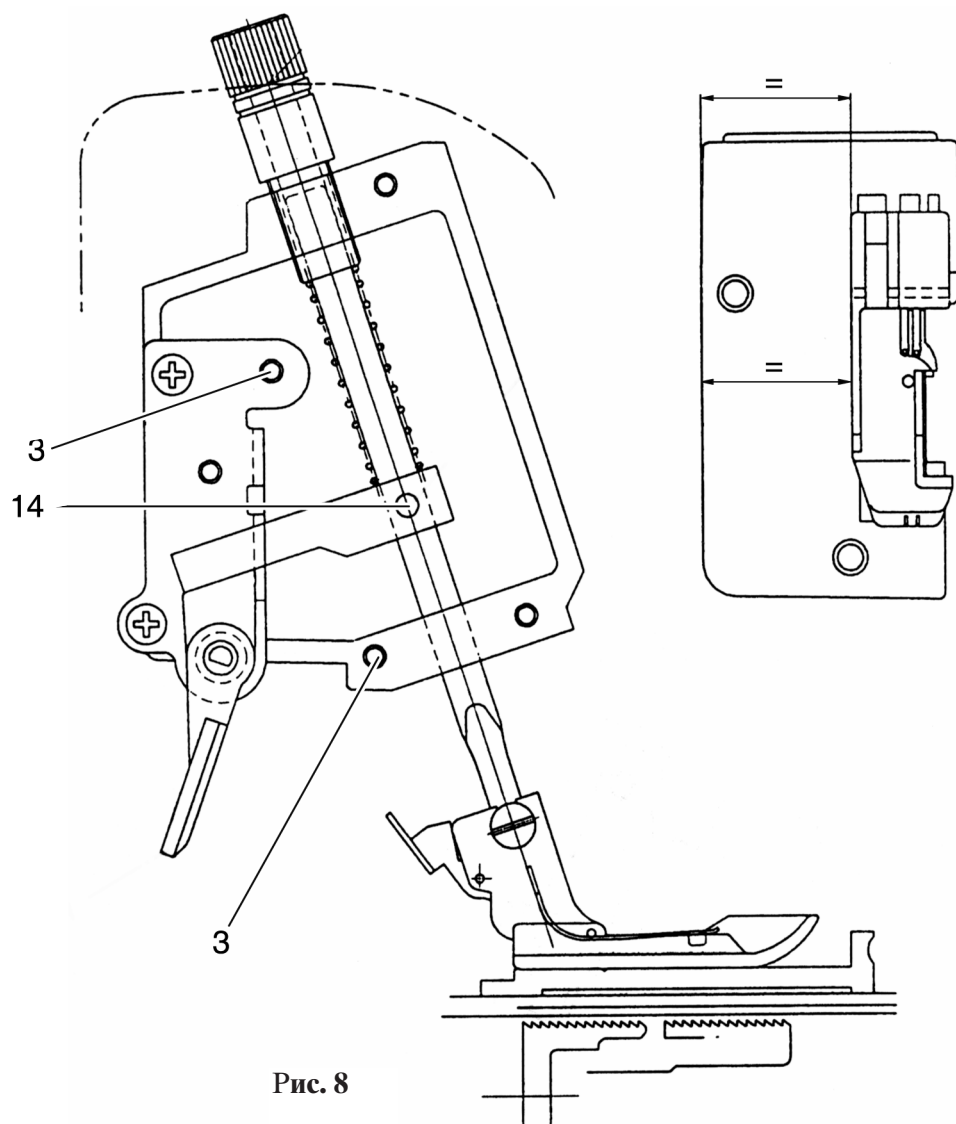

Рис. 8
- При отжатом вниз рычаге прижима ткани вставьте под лапку установочный шаблон согласно рис. 8.